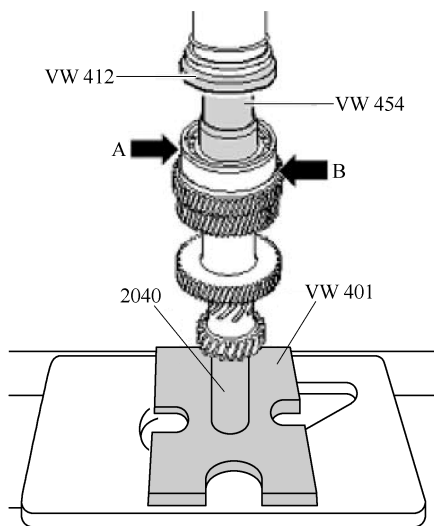

图 8-3-5 深沟球轴承的安装位置
4) 深沟球轴承的安装位置固定环周边的槽(箭头 A)应朝上, 凸肩(箭头 B)必须朝向第 5 档齿轮, 如图 8-3-5 所示。